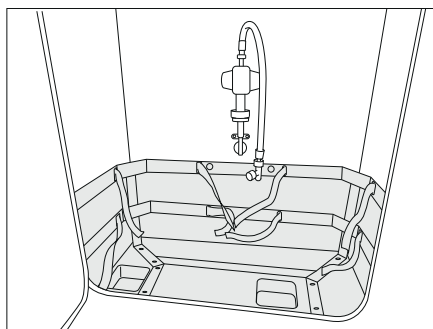
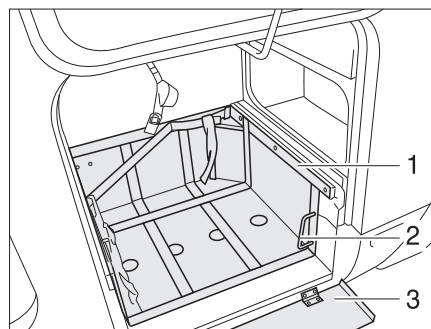

Fig. 170 Compartiment à gaz
Fig. 171 Compartiment à gaz, avec coulisseau extractible (variante 1)
- Si une tôle de protection (Fig. 171,3) est présente, la rabattre vers le bas.
- Déverrouiller le coulisseau (Fig. 171,1) au moyen de la poignée (Fig. 171,2).
- Retirer à fond le coulisseau (Fig. 171,3).
- Faire revenir la poignée (Fig. 171,2) dans sa position initiale.
- Déverrouiller le coulisseau (Fig. 171,3) au moyen de la poignée (Fig. 171,2).
- Enfoncer à fond le coulisseau (Fig. 171,3) et faire revenir la poignée (Fig. 170,2) dans sa position initiale.
- Si une tôle de protection (Fig. 171,1) est présente, la rabattre vers le haut.